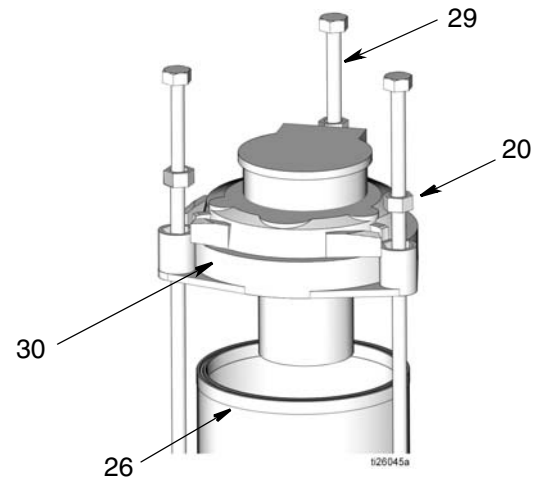

图 58
12. 安装盖子在液箱垫圈 (26) 上。安装垫片 (20) 和拉杆 (29) (图 58)。